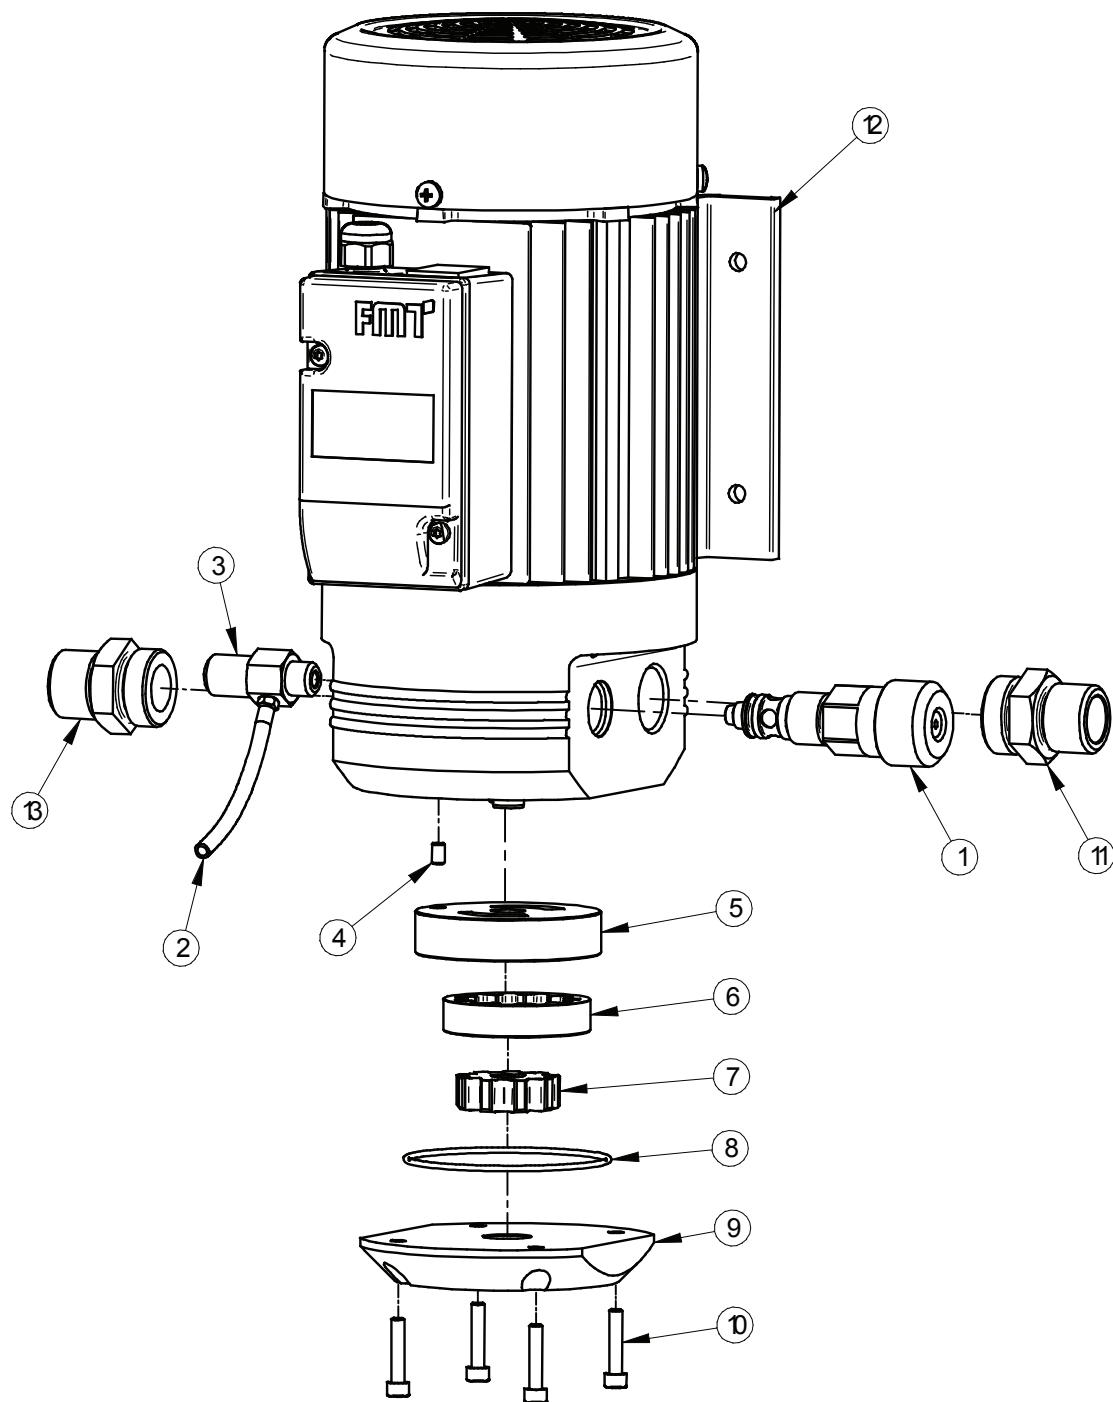

Рис. 12-1: Составные части насоса для масла
- Введите шланг для сброса воздуха (Рис. 12-1, поз. 2) в подходящую приемную емкость.
- Осторожно откройте на один, максимально 2 оборота при помощи отвертки винт сброса воздуха (Рис. 12-1, поз. 3).
- Используйте для этого регулятор (Рис. 12-1, поз. 1).
Таб. 12-1: Обозначения к рис. 12-1